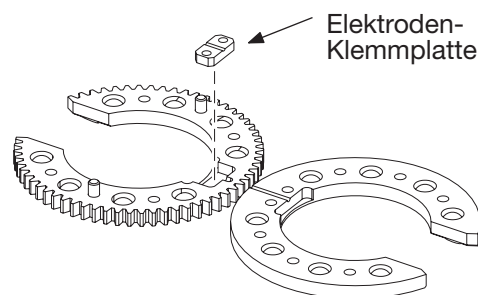

Abbildung 36 Entfernen der Elektrodenklemmplatte
3. Überprüfen Sie, dass der Rotor in der richtigen Position ist. Siehe Abbildung 36.